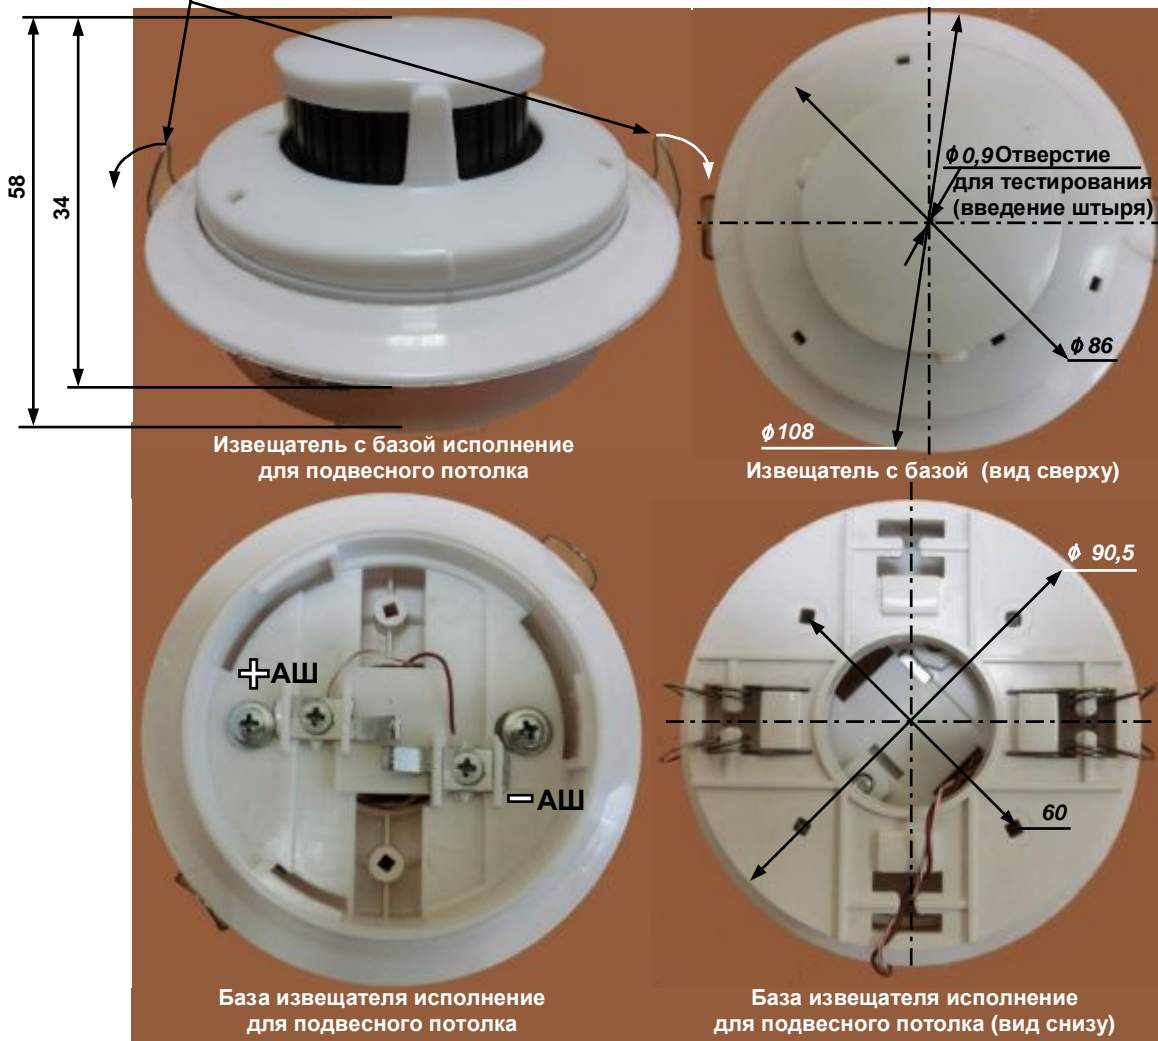
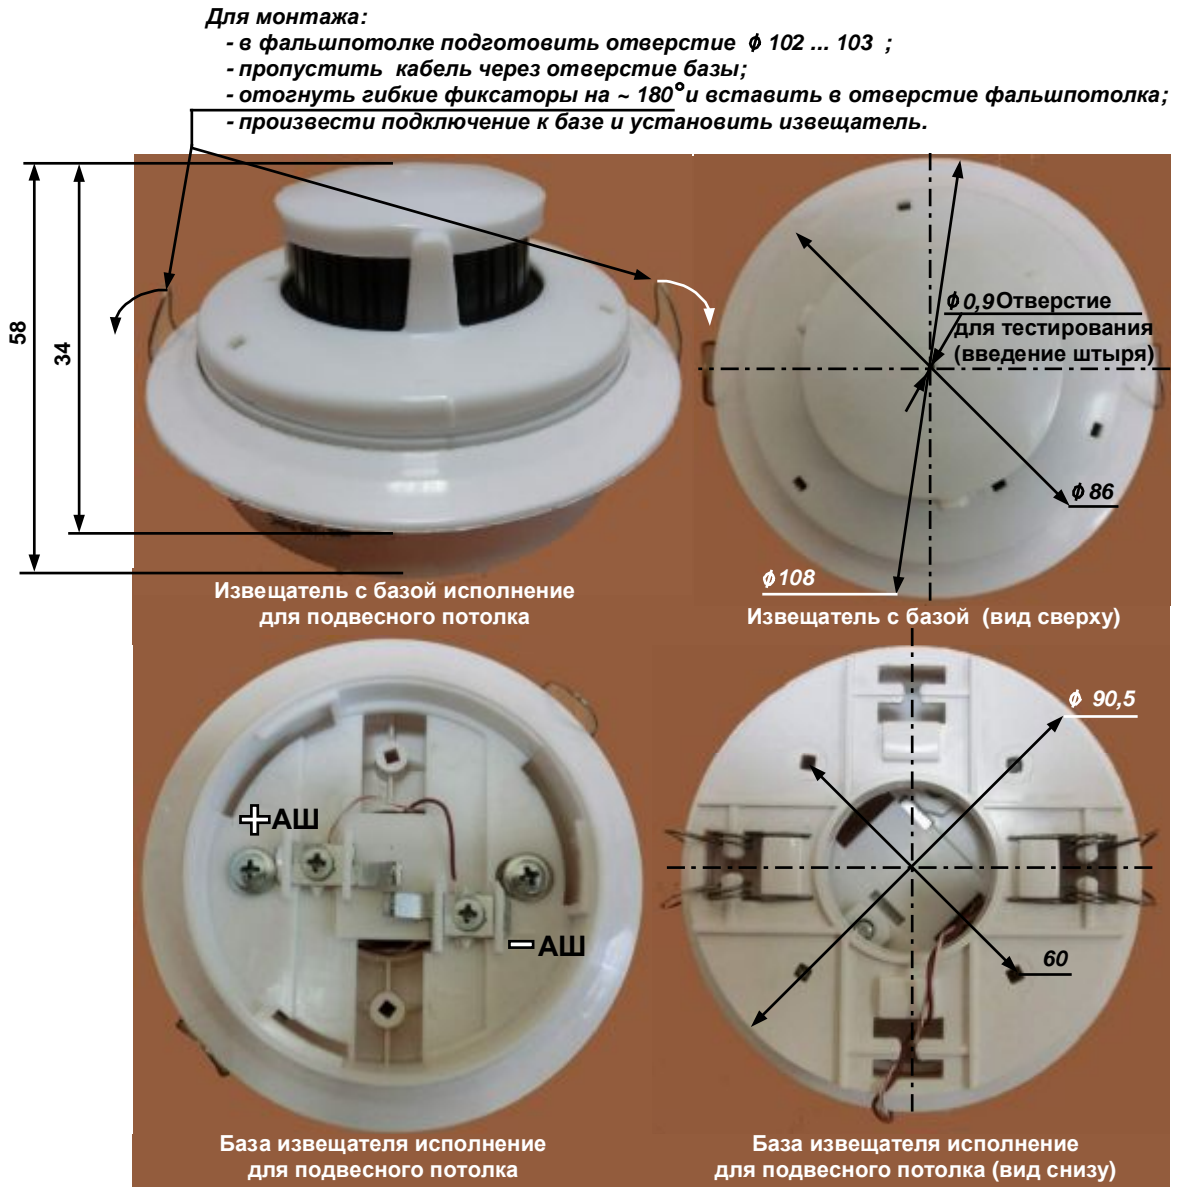

Рис. 2 АЗДПИ «Рубикон» (блок извещателя, база). Габаритные и присоединительные размеры.
Рис. 3 АЗДПИ «Рубикон» (блок извещателя, база для подвесного потолка). Габаритные и присоединительные размеры.
Конструктивно извещатель состоит из базы и блока извещателя (см. Рис. 2, Рис. 3). Корпуса базы и блока извещателя выполнены из ударостойких материалов.
Основные размеры извещателя и баз, включая присоединительные, приведены на Рис. 2, Рис. 3.
Основные размеры и отверстие для монтажа варианта “база, исполнение для подвесного потолка” приведены в Рис. 3.
- проверить имитацию пожара. Проверка проводится путем введения штыря длиной ~ 23 мм и диаметром меньше или равным 0,9 мм в отверстие (см. Рис. 2, Рис. 3) для обеспечения рассеивания света. Максимальный сигнал достигается при введении перпендикулярно плоскости основания до упора а затем выдвигании обратно на 2..3 мм. В качестве штыря можно использовать канцелярскую скрепку диаметром менее 0,9 мм, желательно изогнув ее так, чтобы она входила в извещатель на длину ~ 22 ... 23 мм.